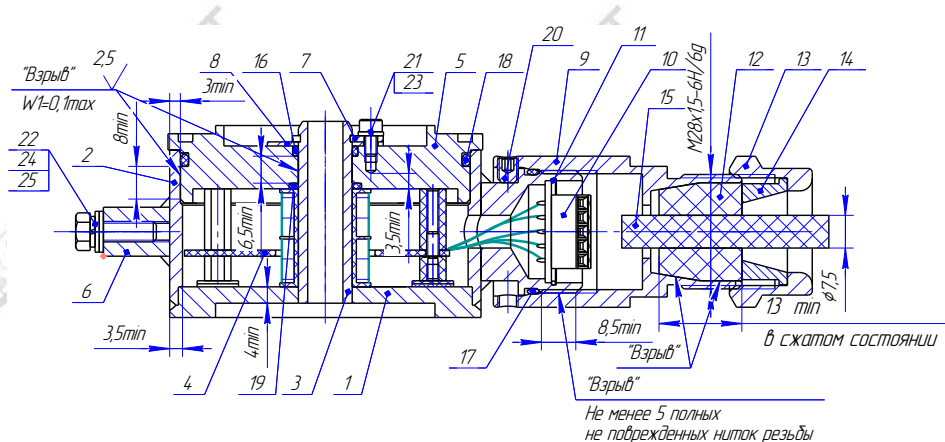

Рисунок 5. Датчик конечных положений затвора. Чертеж средств взрывозащиты.
**7.2.5** Подключение к датчику положения затвора СЕНС-ДКП, СЕНС-ДКП-ХЛ вести в следующей последовательности (рис.5, 7):